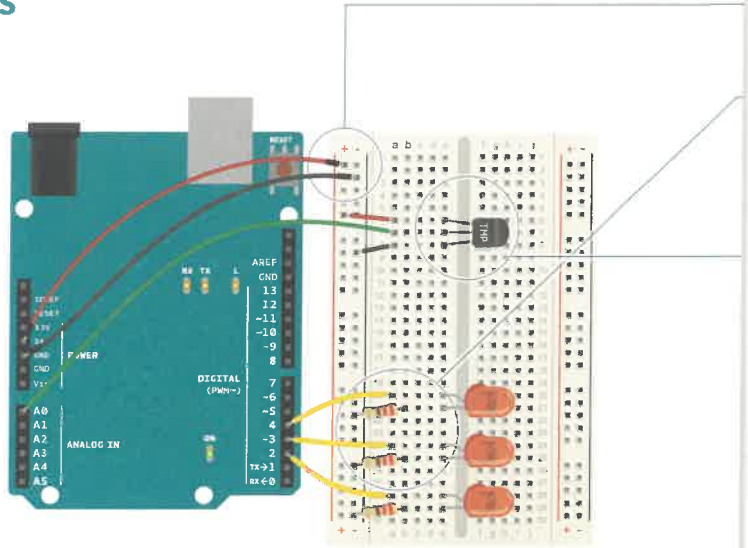

Abbildung 2
- 3 Setze den TMP36, wie in Abb. 2 gezeigt, mit der abgerundeten Fläche vom Arduino abgewandt auf die Steckplatine (die Reihenfolge der Pins ist wichtig!). Schließe den linken Pin der flachen Seite am Strom, den rechten an der Erdung an. Schließe den mittleren Pin an Pin A0 vom Arduino an. Das ist der analoge Eingang 0.